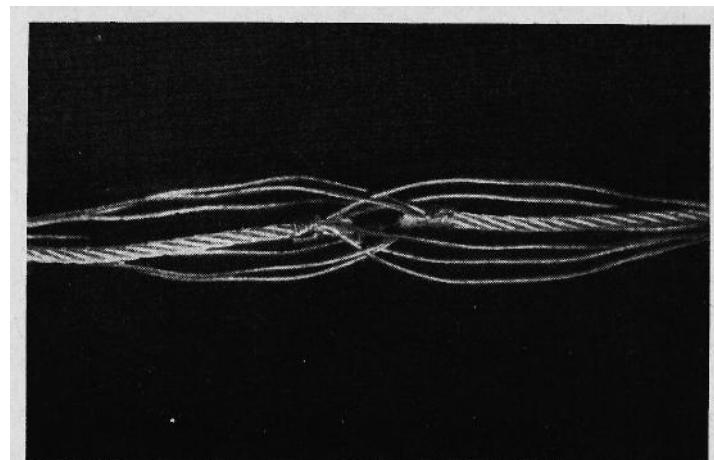

Bild 123 Die Kardeelen sind kreuzweise ineinandergesteckt
4. ineinanderstecken der Kardeelen, und zwar so, daß sie sich regelmäßig kreuzen (siehe Bild 123).